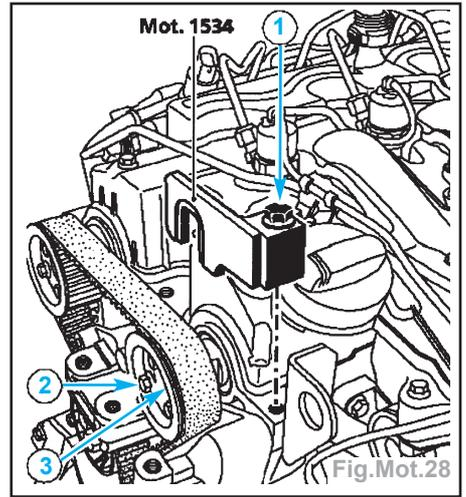

Fig.Mot.28
- Mettre en place le **Mot. 1534** en vissant la vis (1) à la main (Fig.Mot.28).
- Desserrer d'un tour maximum les trois vis (2) du pignon d'arbre à cames.
- Tourner l'arbre à cames d'admission dans le sens horaire par la vis de fixation de moyeu (3) (à l'aide d'une clé à pipe de 16 mm) de façon à bien plaquer le **Mot. 1534** sur la culasse, puis bloquer la vis (1) du **Mot. 1534**.
- Mettre en place le Mot. 1534 en vissant la vis (1) à la main (Fig.Mot.28).